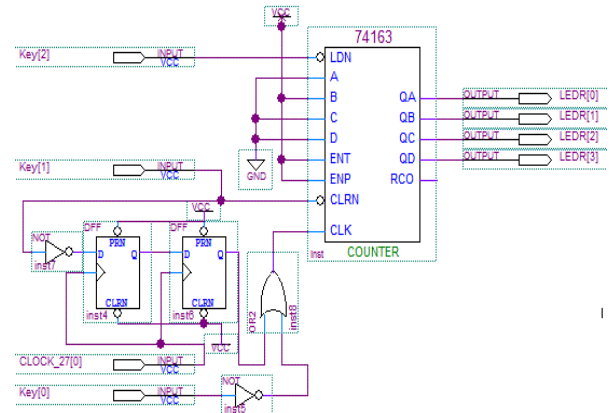

Figura 2: Contador Binário com CLR síncrono
- Altere o circuito de síntese do sinal CLK do circuito conforme a Figura 2. Repita a simulação e explique os resultados obtidos, destacando a função dos dois FFs e a porta OR.